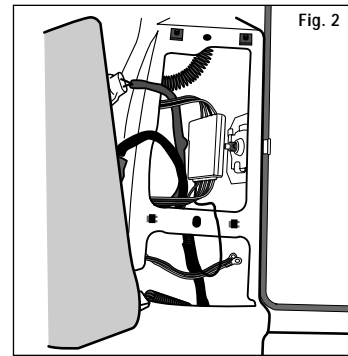

Fig. 2
6. Drill a $\frac{3}{32}$ " hole in the metal cross brace inside the taillight opening (Fig. 2). Secure the white wire using the eyelet and screw provided.
6. Percez un trou de $\frac{3}{32}$ " po au renfort métallique qui est dans l'ouverture du feu arrière (Fig. 2). Attachez le fil blanc, utilisant l'oeillet et la vis fournis.
6. Taladre un agujero de $\frac{3}{32}$ " (2,4 mm) en el refuerzo metálico que se encuentra dentro de la abertura de la luz trasera (fig. 2). Asegure el cable blanco usando el ojeo y tornillo provisto.